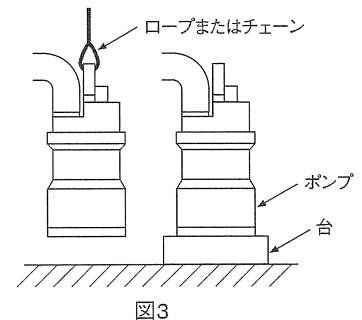

図3
- (1) 運転ならびに据付時はケーブルを絶対に引っ張らないでください。取手または取手にロープを取り付けて行ってください。
- (2) ポンプはなるべく立置でご使用ください。土砂の流入が多い場合や、ストレーナが埋没するような土砂の場合は、ポンプを強固なロープまたは、チェーンで吊るすか台の上にポンプを置いてください。(図3)
- (3) 土砂の多い場所で連続温水運転を行いますと、ポンプが短期間に摩耗することがあります。水の集まりやすい場所を選んでお使いください。
- (4) 配管および据付時にポンプを壁などにぶつけたり落とさないようにしてください。
- (5) 配管末端は水中に入れないでください。ポンプを停止したとき逆流します。
- (6) ケーブルは車のタイヤ等で踏まないように設置してください。
- (7) 排水槽はコンクリートのカス、紙、布、ビニール等が残らないように十分清掃してください。
- (8) 吐出し用配管はポンプ径と同径のものを使用してください。ポンプ口径より小さい配管を使用しますと配管による損失水頭が増大し吐出量が減少します。またポンプ口径より大きい配管を使用しますと配管内に土砂などが溜まり、土砂詰まりの原因となりますのでご注意ください。